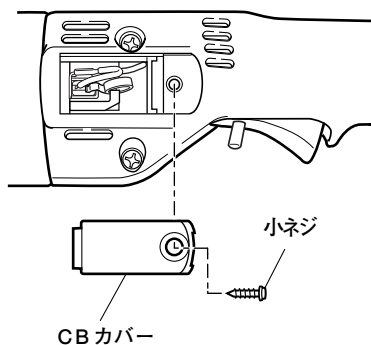

図 11
交換方法 (図 11 参照)
- (3) 前ページの図 11 を参照し、CBカバーをかぶせて、 \oplus 小ネジを締付けます。